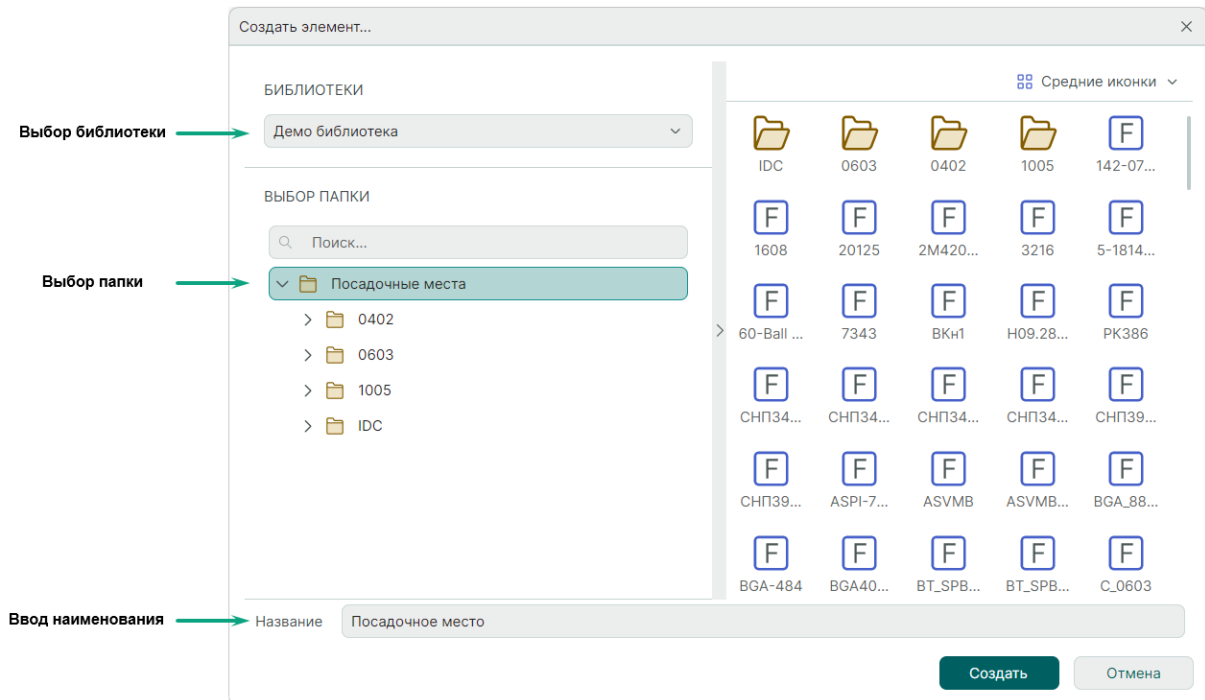

Рис. 73 Выбор библиотеки, папки и наименования посадочного места
1.2. В окне «Создать элемент» заполните поля и выберите необходимые элементы, см. Рис. 73.